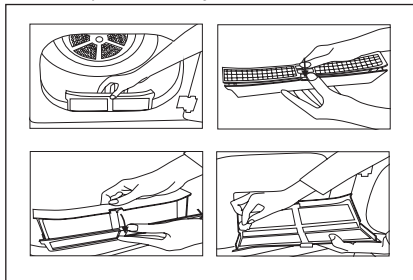

Figura 1
- 2.a) Si la cubierta del filtro del producto puede abrirse tal como se muestra en la figura 1, retire el filtro tirando de él hacia arriba y abra el filtro.